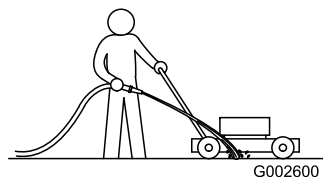

Bild 44
1. Lassen Sie den Motor auf einer flachen, befestigten Oberfläche laufen und sprühen Sie Wasser vor das rechte, hintere Rad (Bild 44).